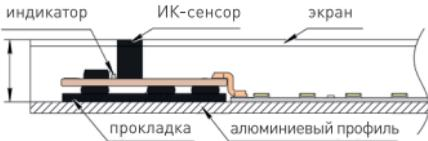

Рисунок 2. Микродиммер, установленный в профиль.
- 3.3. Установите микродиммер в профиль, приклеив его на двусторонний скотч таким образом, чтобы выступающая часть оказалась на уровне с рассеивателем профиля. Если уровень оказался ниже, используйте двусторонний скотч большей толщины или используйте прокладку необходимой высоты (см. Рис. 2 и Рис. 3).